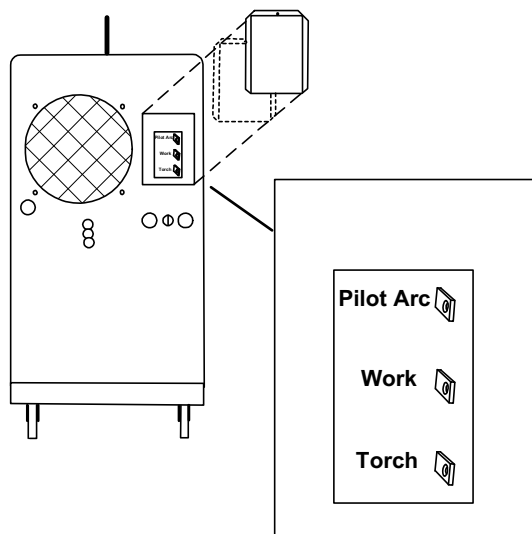

Figura 3-8. Collegamento fascio cavi di alimentazione/alimentatore al pannello posteriore
- D. Rimuovere il pannello posteriore della console e collegare i cavi dell'arco pilota, del cannello e di lavoro. Per il rimontaggio del pannello vedi Figura 3-8.